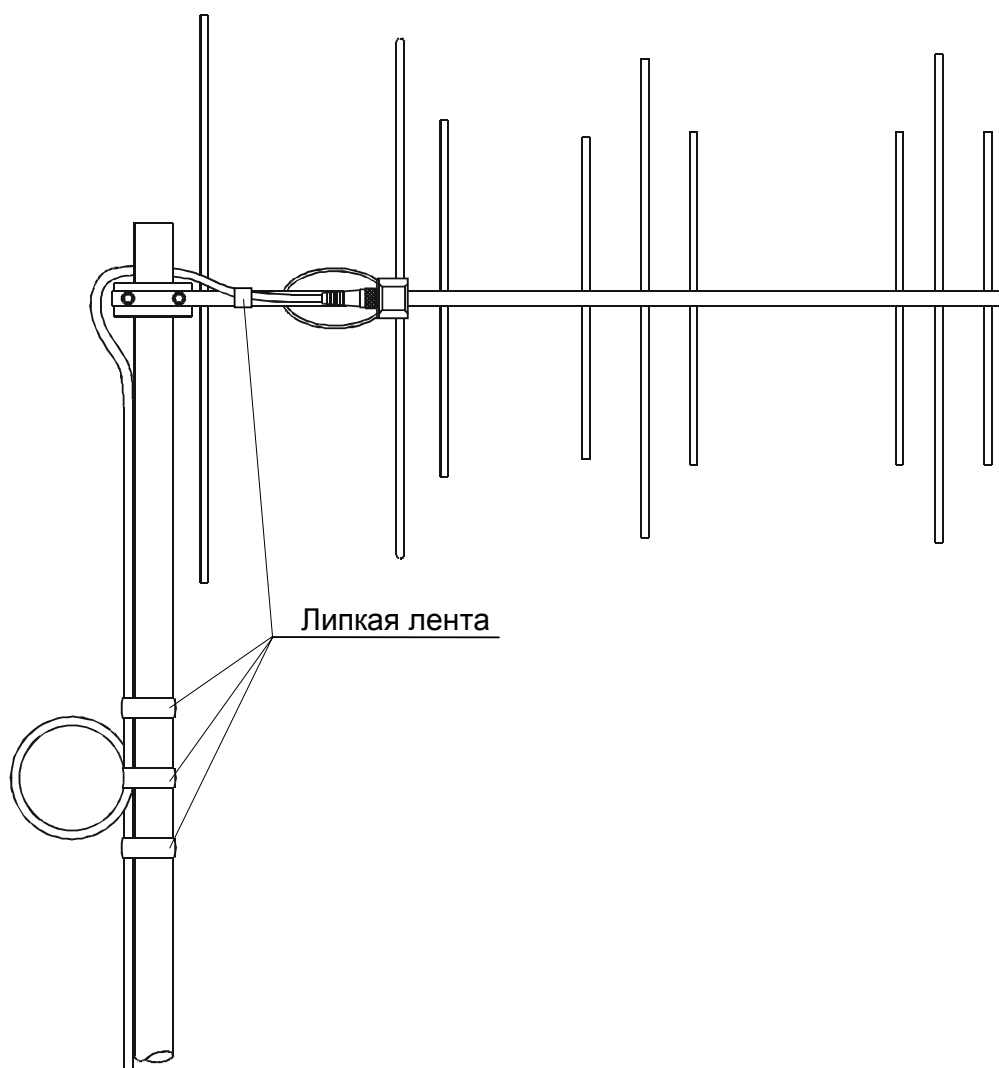

Рис. 7
Проложите кабель вдоль несущей балки антенны, а затем между последним вибратором и выступающей частью мачты так, как показано на рис. 7, избегая при этом натяжения кабеля, а также его изломов. Рекомендуется ближе к последнему вибратору прикрепить кабель к несущей балке с помощью липкой ленты.
- 3** На расстоянии 0,5—1 м от места крепления антенны сделайте из кабеля снижения петлю диаметром 15—20 см и надежно прикрепите ее липкой лентой к мачте (см. рис. 7). Это защитит кабель от разрыва у основания разъема под действием собственного веса, а также упростит процедуру демонтажа антенны.